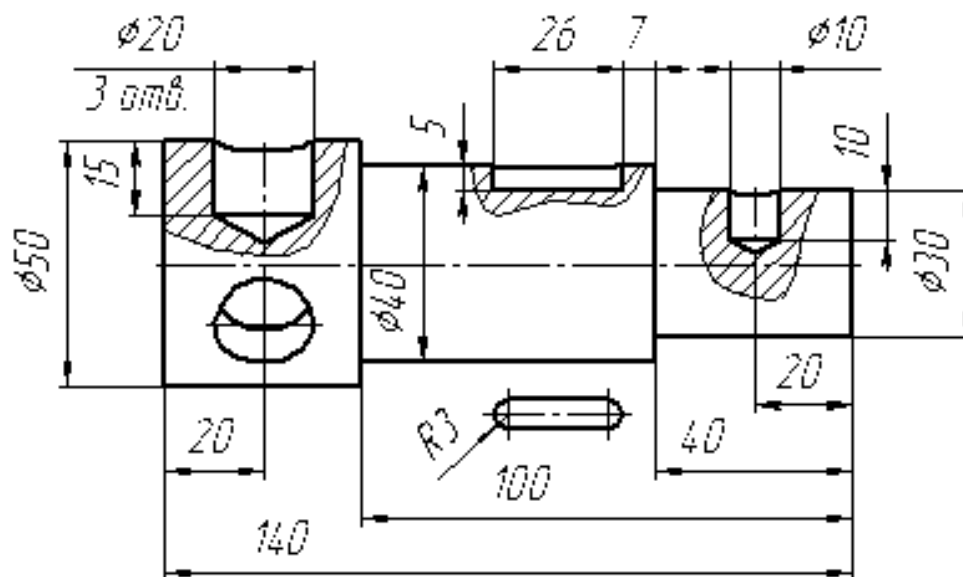
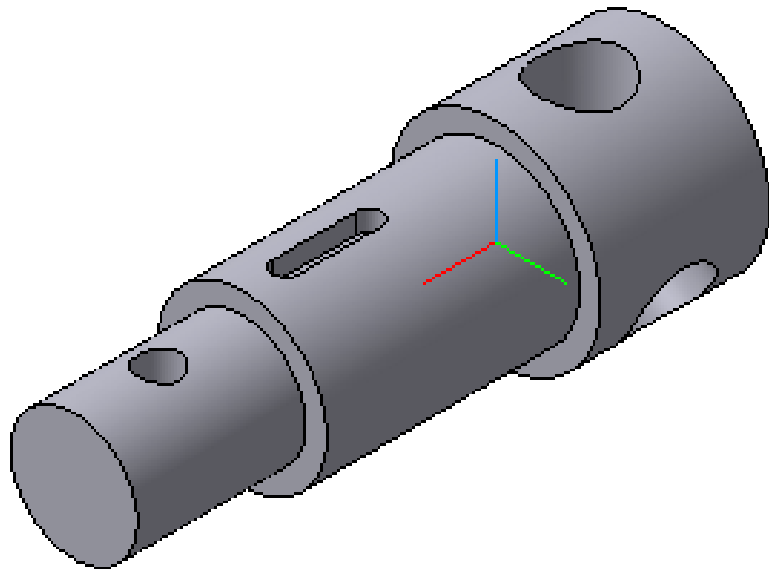
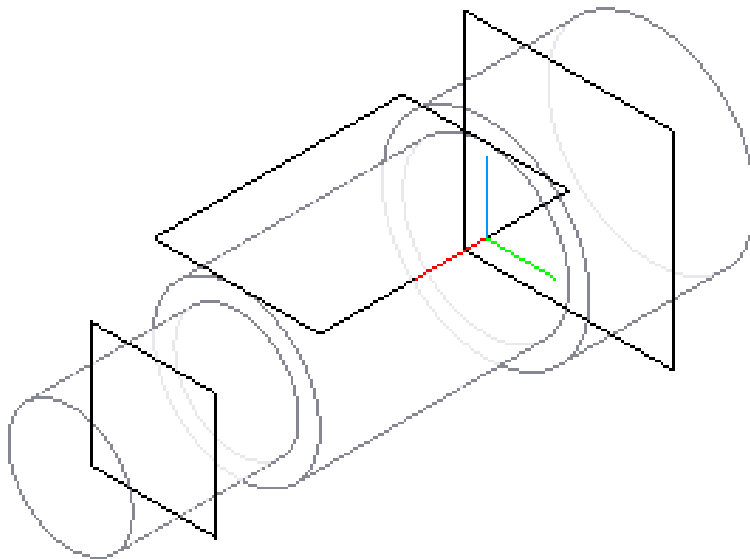

Рисунок 6.15 – Эскиз детали
Рисунок 6.16 – Трехмерная модель детали
Рисунок 6.17 – Касательная плоскость и Смещенная плоскость
На рис. 6.15 приведен эскиз, на основе которого создана трехмерная модель детали (рис. 6.16).
1. Используя команды трехмерного моделирования в соответствии с исходными данными (рис. 6.15), создать модель ступенчатого вала (рис. 6.17).
2. Для формирования отверстий и углублений нужно создать эскизы в различных конструктивных плоскостях. Эти плоскости строим, используя команды  **Касательная плоскость** и  **Смещенная плоскость** (рис. 6.17). Смещенные плоскости должны быть параллельны координатной плоскости **XZ**
5. Для отверстий выполняются эскизы с учетом последующей операции – операции вращения. Размеры и форму эскиза задать, используя чертеж детали (рис. 6.15).
8. Конечный вариант представлен на рис. 6.16, на котором модель закрашена.